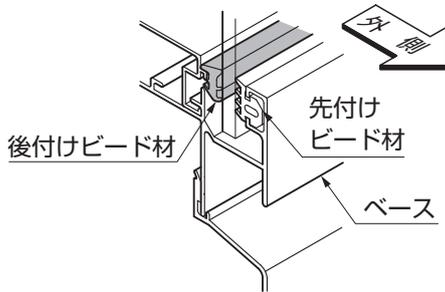

図2-4
- 後付けビード材には取付ける向きがあります。(図2-4参照)